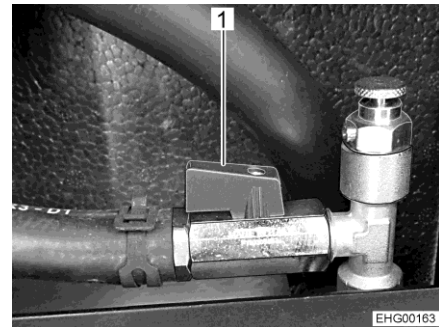

Bild 182 Kugelhahn (geöffnet)
- Den Hebel (Bild 182,1) parallel zur Rohrleitung stellen.